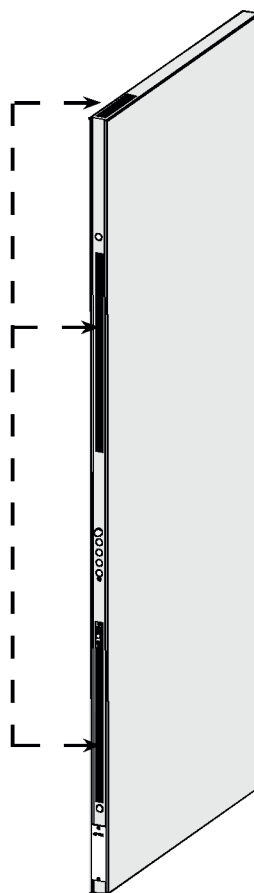

Fig. 3
4. Lo stato porta può essere posizionato dove indicato in Fig.3.